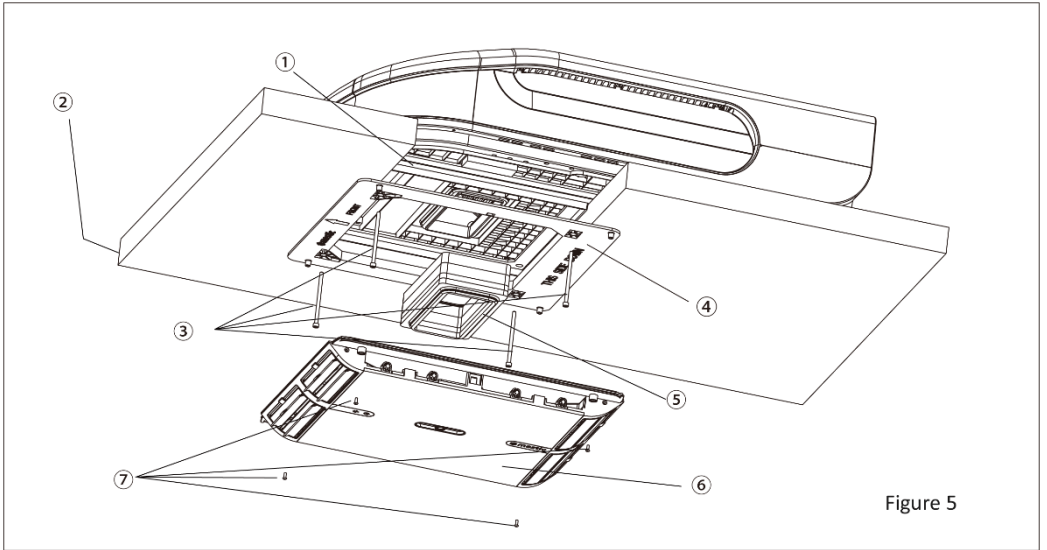

Figure 5
3. Die Montagehalterungen sollten die Oberfläche der Fahrzeugdecke überlappen. Ziehen Sie die Schrauben kreuzweise an und stellen Sie sicher, dass die Schraubenlöcher mit den Löchern im Adapter übereinstimmen. Das maximale Drehmoment für die Schrauben (3) beträgt 1,8 Nm (siehe Abbildung 5).
2. Tragen Sie das Außengerät auf das Fahrzeugdach und richten Sie es an den Öffnungen auf dem Fahrzeugdach aus. Verwenden Sie 2 Sätze Montageplatten und 4 Schrauben, um das Außengerät zu befestigen (siehe Abb. 5).
6. Installieren Sie die Schaumstoffbaugruppe an der Luftkanalbaugruppe. Befestigen Sie die Luftkanalbaugruppe mit 4 Schrauben an der Montageplatte. Überprüfen Sie nach dem Verbinden des Außengeräts mit dem Innengerät, ob sich die Schaumstoffbaugruppe gelöst hat (siehe Abb. 5).